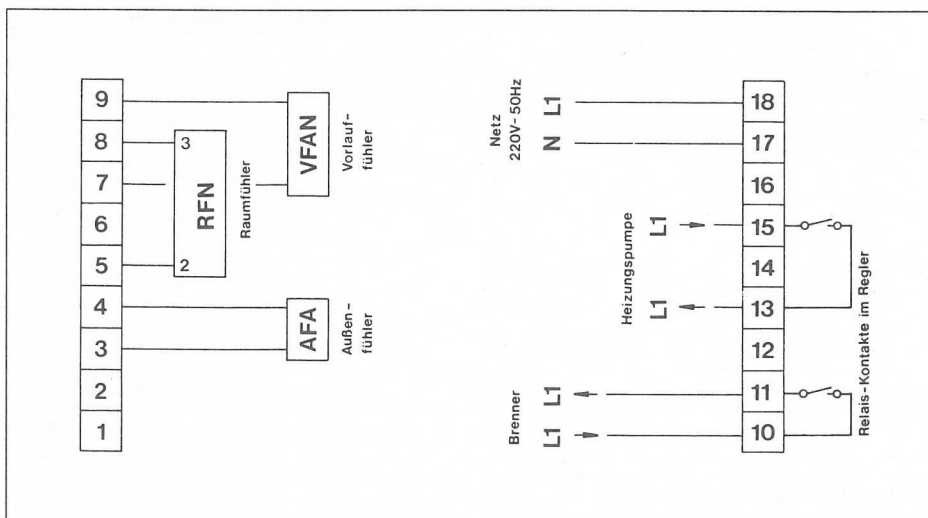

Bild 5 Anschlußschema zu 2.1.4
2.1.4 Witterungsabhängige Vorlauftemperaturregelung mit Raumfühler RFN zur raumgeführten Absenkung (Bild 5)